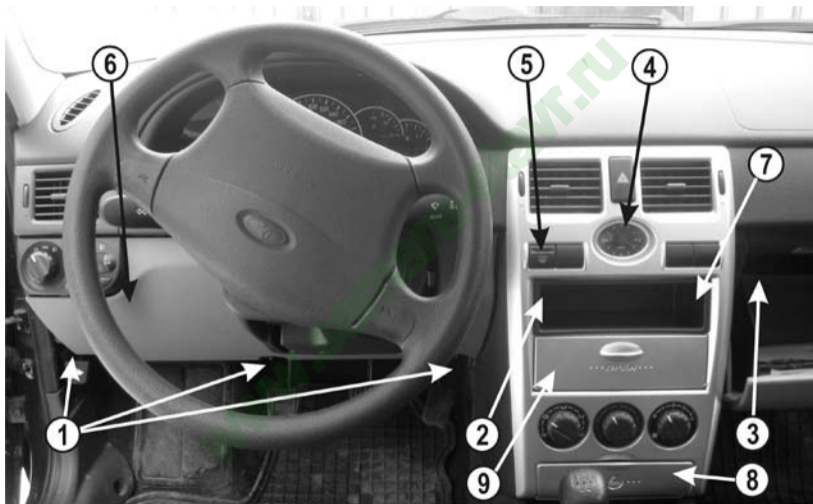
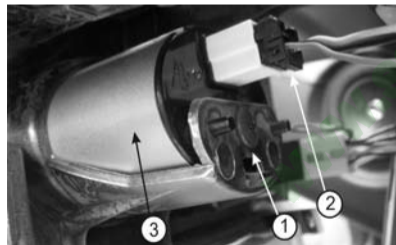
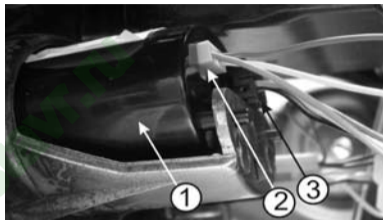
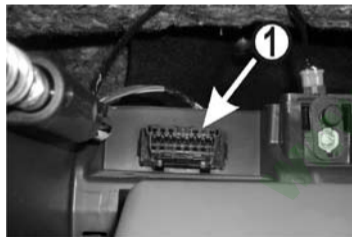

Рис. 4 Вид на панель приборов
Рис. 6 Вид на часы
Рис. 7 Вид установленного БК
Рис. 10 Диагностическая колодка
3.1 Поверните на 90° три замка (поз.1, **рис.4**) крышки блока предохранителей, снять крышку (поз.6, **рис.4**) блока предохранителей.
3.2 Извлеките контейнер (поз.2, **рис.4**) или вытащите автомагнитолу, отсоединив колодки.
3.3 Вытащите пепельницу (поз.8, **рис.4**).
3.4 Снимите крышку вещевого ящика (поз.9, **рис.4**).
3.7 Извлеките часы автомобиля (поз.4, **рис.4**, поз.3, **рис.6**), предварительно открутив самонарезной винт (поз.1, **рис.6**) и отсоединив колодку часов (поз.2, **рис.6**).
3.10 Установите БК в посадочное место часов (поз.4, **рис.4**), вид установленного БК сзади (поз.1, **рис.7**).
3.11 Присоедините 4-х контактную колодку провода жгута БК к установленному БК (поз.2, **рис.7**). Разъем колодки часов присоедините к соответствующему разъему на БК (поз.3, **рис.7**).
3.12 Извлеките кнопку (поз.5, **рис.4**) выключателя обогрева заднего стекла
(поз.1, **рис.10**), (находится внутри вещевого ящика слева (поз.3, **рис.4**)) и подключите его к диагностической колодке согласно схеме подключения (см. **рис.8**).
Если возникла необходимость в снятии БК, то для упрощения данной процедуры, рекомендуется доработка колодки подключения рис.7 поз.3. и рис 13.